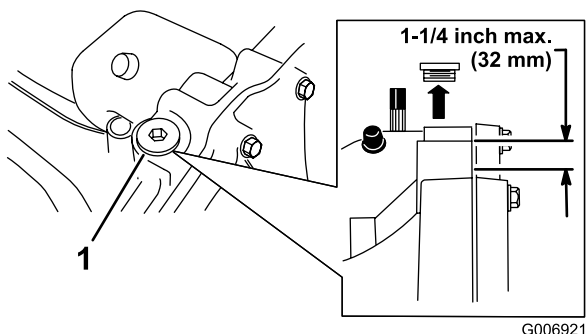

Figure 30
4. Nettoyez la surface autour du bouchon de remplissage (Figure 30) pour éviter que des impuretés tombent dans le réservoir quand vous faites l'appoint d'huile.
**Remarque:** Le niveau maximum doit se situer à 32 mm en-dessous du haut de l'orifice de remplissage (Figure 30). Ajoutez de l'huile au besoin.